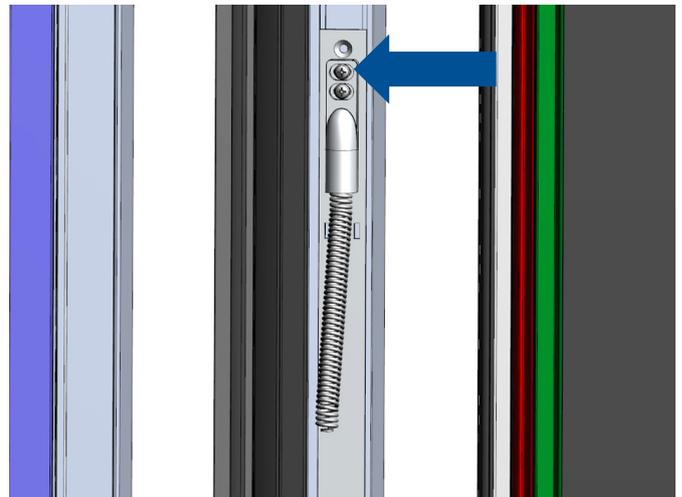

Bild 4: Befestigungsschrauben Kabelübergang ggf. nachziehen
- Ggf. mit feuchtem Tuch reinigen und Befestigungsschrauben handfest nachziehen (s. Bild 4).
festen Sitz bzw. loses Kabel überprüfen. Befestigungsschrauben ggf. handfest nachziehen (s. Bild 4).